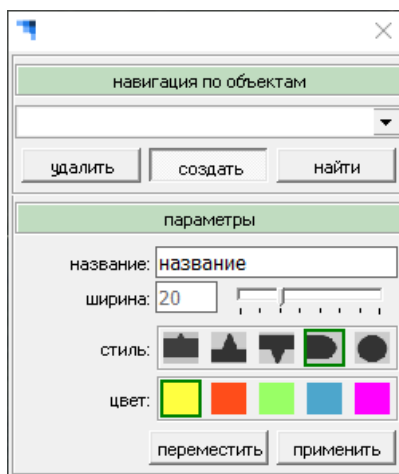

Рисунок 104 – Окно «Линейные метки»
– пункт «линейные метки» предназначен для добавления метки линейного протяженного объекта. При выборе пункта «Линейные метки» открывается окно (Рисунок 104), предназначенное для создания, отображения и редактирования информации об линейных протяженных объектах, обозначенных оператором метками на карте в навигационном окне.